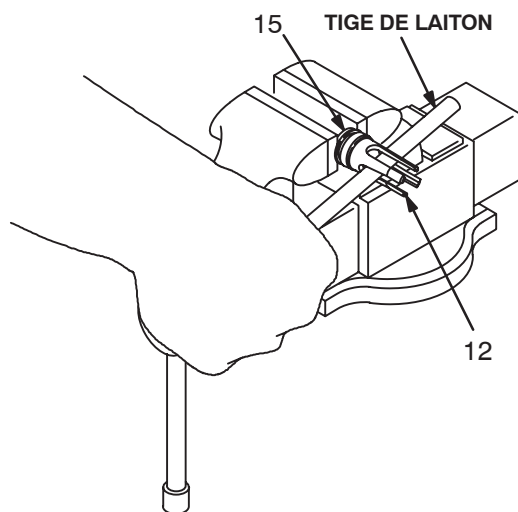

Fig. 4
11. Saisir les méplats du cylindre de la pompe (11) avec une clé à molette de 61 mm et dévisser le cylindre hors du corps de sortie (9). Enlever les joint toriques (10). Examiner l'état de surface intérieur du cylindre à la recherche d'une usure, de stries ou d'autres dommages éventuels en le tenant à la lumière ou en passant un doigt en surface.
12. Examiner l'état de surface de la tige du bas de pompe (1) et de la tige du piston d'amorçage (21) à la recherche d'une usure, de stries ou d'autres dommages éventuels en passant un doigt en surface.
13. Utiliser un étau muni de mâchoires en matériau doux pour tenir la tige du bas de pompe (1) par ses méplats. Saisir les méplats du piston avec une clé de 15 mm et dévisser le piston (13) et la tige du piston d'amorçage (21) vissés sur la tige du bas de pompe (1). Sortir l'ensemble guide-piston (12, 14, 15) du piston (13) et le mettre de côté pour un démontage ultérieur.
14. Il n'est pas nécessaire de démonter la tige (21) du piston (13) à moins que le contrôle ait révélé la présence de stries, d'usure ou d'un autre dommage sur l'une ou l'autre pièce. Pour effectuer le démontage, placer les méplats du piston dans un étau et dévisser la tige à l'aide d'une clé de 8 mm.
15. Placer les méplats du siège du piston (15) dans un étau. À l'aide d'une tige de laiton de 8 mm (5/16") de diam., dévisser le guide (12) vissé sur le siège du piston (15). Voir Fig. 4. Enlever le joint du piston (14); toujours le remplacer par un neuf. Examiner l'état des surfaces opposées du piston (13) et du siège du piston (15) à la recherche d'éventuelles entailles, stries ou d'une usure.